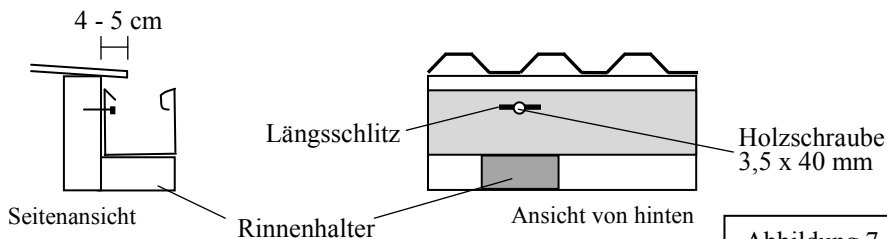
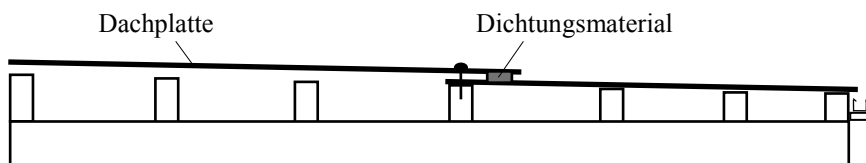
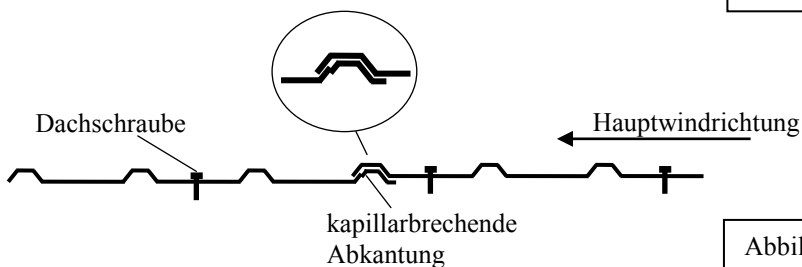

Abbildung 7
Abbildung 8
Abbildung 9
**Achtung:** Vor Befestigung, Rinnenanlage mit Längsschlitz versehen und Schrauben anschließend nur leicht anziehen, um ein Ausdehnen der Rinne zu ermöglichen (siehe Abb. 7).
Die Dachplatten beginnen vorn (Einfahrtsseite) bündig mit der ersten Pfette und enden hinten (bei Regenrinne hinten) mit einem Überstand von ca. 4-5 cm über der letzten Pfette/Rinnenpfette (s. Abb. 7 und Abb. 8). Ist eine zweite Reihe Dachplatten vorhanden, werden die Querüberlappungen mit dem mitgelieferten Dichtungsband abgedichtet (s. Abb. 8). Legen Sie zuerst die Platten lose auf und richten Sie diese aus. Es ist unbedingt darauf zu achten, dass die Längsplattenstöße mit der Hauptwindrichtung verlegt werden und dass die kapillARBrechende Abkantung nach unten gelegt wird (s. Abb. 9).